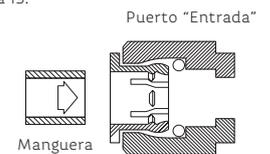

Figura 14.
8. Introduce la manguera dentro del puerto "Entrada" de agua del Purificador (ver Figura 14).